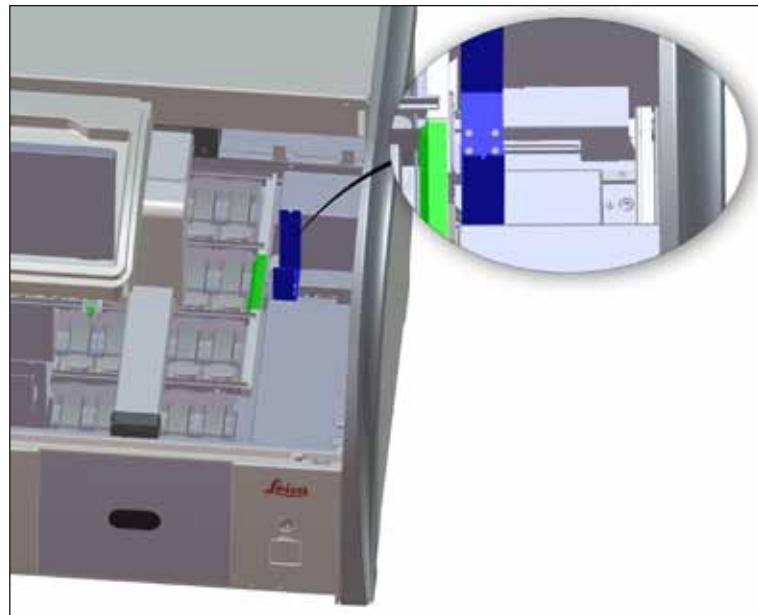

Fig. 94
- Se etter og fjern eventuelle reagensrester i overføringsstasjonen (→ "Fig. 94") regelmessig.